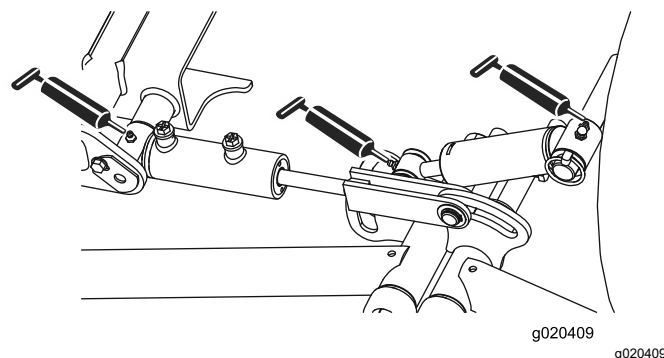

Рисунок 42
- Цилиндры поворота и подъема передних подъемных рычагов (3 шт.) (Рисунок 42)